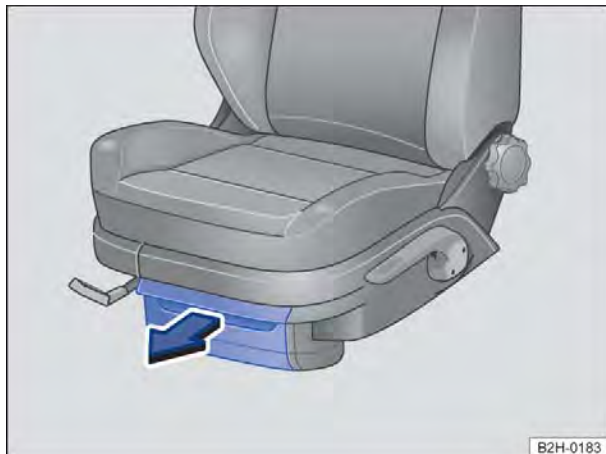

Fig. 88 Porta-objetos debaixo dos bancos dianteiros (variante 1): porta-objeto com tampa.
- Para *abrir* a tampa, rebater o fecho para dentro e abrir no sentido da seta ⇒ Fig. 88.